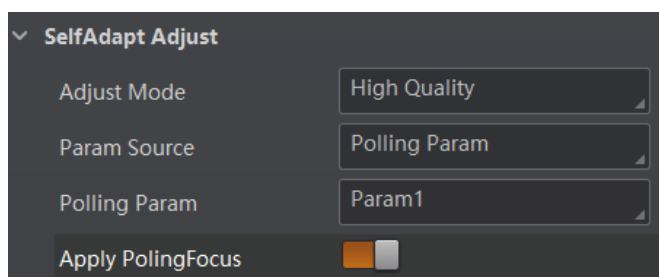

图3-21 自适应调节轮询对焦位置
- Polling Param：调节轮询模式下某一组参数的值。选择此项时需要在 Polling Param 参数中选择需要调节参数值的参数组，同时可通过属性树下 Apply PolingFocus 参数，设置是否开启自适应调节轮询对焦位置参数，如图 3-21 所示。